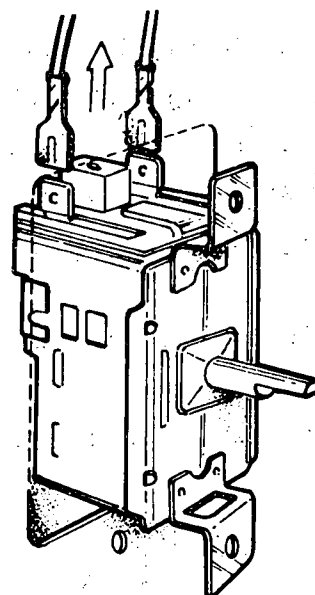

Fig. 3
- b Puxe-o ligeiramente de seu suporte, (fig. 3), girando-o até a posição de saída (90°).